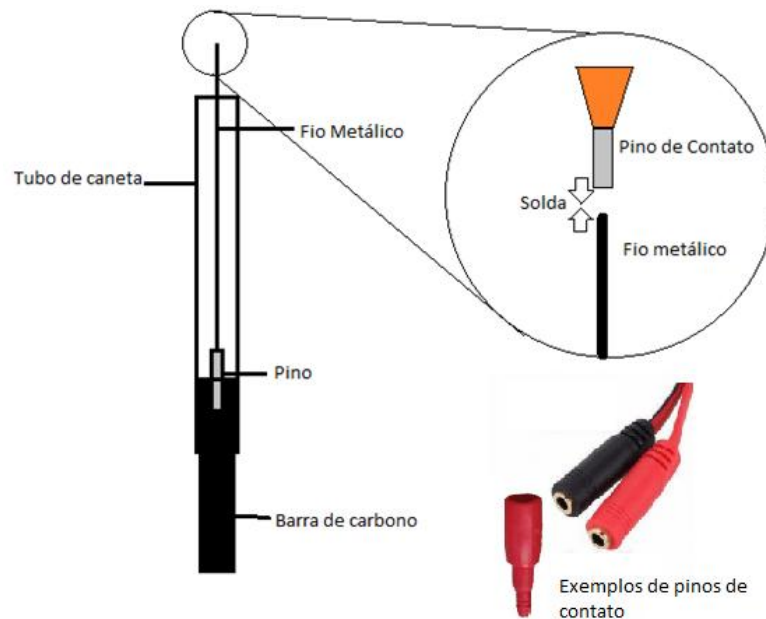

Figura 5 – Solda no plug metálico
**4º Passo** – Soldar a extremidade do fio em um plug de contato e o coloque na parte superior do tubo de caneta como mostra a figura 5.